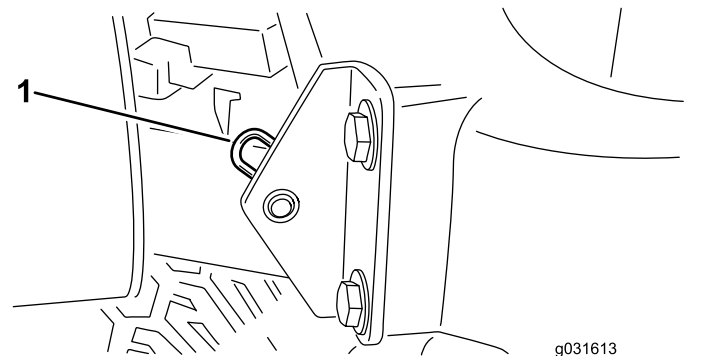

Figure 40
2. Retirez la goupille fendue qui fixe le pivot de capot aux supports (**Figure 40**).